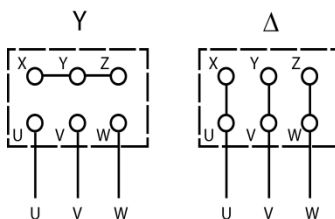

Рисунок 4.4 – Соединения по схемам «звезда» (слева) и «треугольник» (справа)
4.3.2.9 Выбор схемы соединения обмоток электродвигателя осуществляется на основе соответствия его межфазного (линейного) напряжения питания и выходного межфазного напряжения ПЧВЗ. Схема подключения и напряжение указаны на шильдике двигателя (см. рисунок 4.4).
4.3.2.9 При подключении к прибору двигателя следует сначала подключить заземляющий кабель к клеммам на корпусах АД и ПЧВЗ « \perp » или «РЕ», затем присоединить провода к клеммам U, V и W клеммного блока «MOTOR», расположенного на нижней поверхности прибора (по схеме «звезда» или «треугольник»), и затянуть клеммы (см. рисунок 4.4).